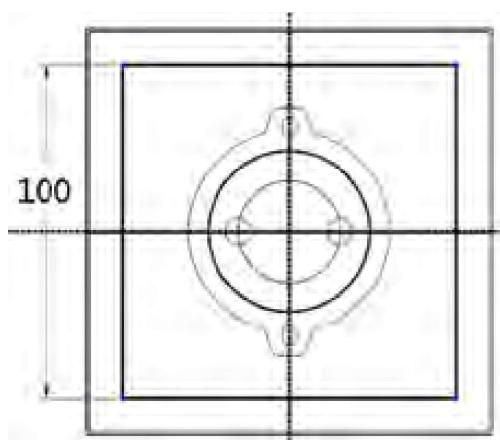

图4-36 工件截面图
Step 02 按前面章节的方法，创建工作，工件的尺寸为100mm×100mm，如图4-36所示。